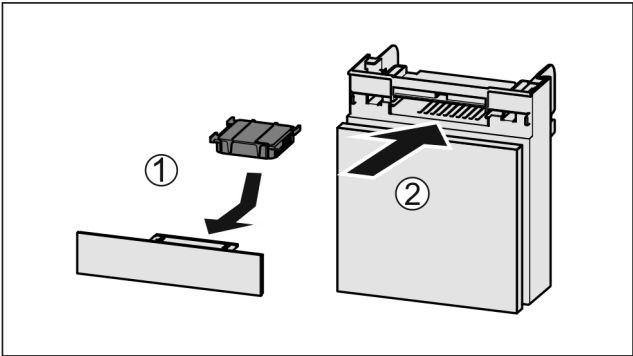

Fig. 136
► 按图装入 Fig. 136 (1)活性炭过滤器。
► 推入 Fig. 136 (2)抽屉。